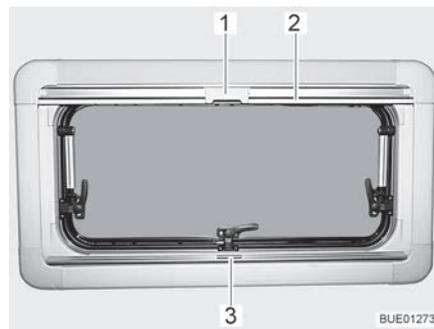
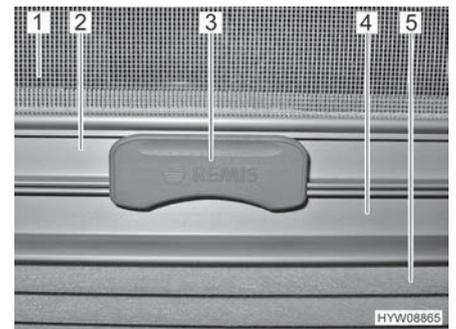

Fig. 22 Ventana abatible
Fig. 23 Cierre
El estor plegable (Fig. 23,5) se encuentra en la caja de la persiana inferior.
- Sujetar el estor plegable por el centro del agarradero (Fig. 22,3 y Fig. 23,4), tirar de abajo a arriba y soltarla a la altura deseada. El estor plegable se queda fijo a esta altura.
La mosquitera enrollable (Fig. 23,1) se encuentra en la caja de la persiana superior.
- Tirar del agarradero de la mosquitera enrollable (Fig. 22,2 y Fig. 23,2) hacia abajo hasta que choque con el agarradero del estor plegable (Fig. 23,4).
- Bloquear el cierre (Fig. 22,1 y Fig. 23,3) de la mosquitera enrollable con el agarradero del estor plegable. Si el cierre está bloqueado, el estor plegable y la mosquitera enrollable podrán ser ajustados juntos.
- Presionar la parte superior del cierre (Fig. 23,3) de la mosquitera enrollable.
- Regresar la mosquitera enrollable lentamente en el agarradero (Fig. 22,2).